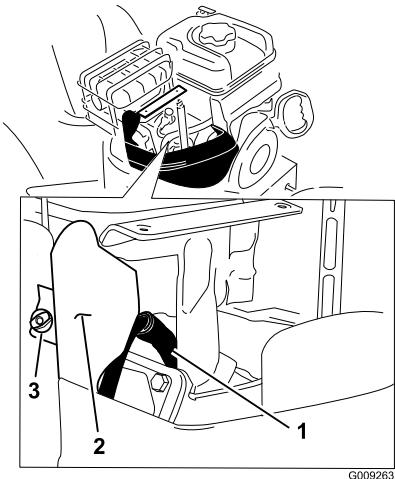

Figure 56
4. Enlevez la vis à oreilles du support et le support (Figure 56).
5. Nettoyez la surface autour de la base de la bougie (Figure 56).